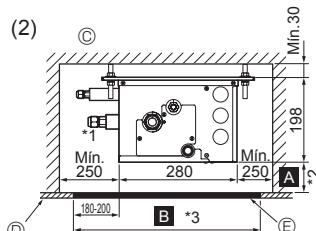
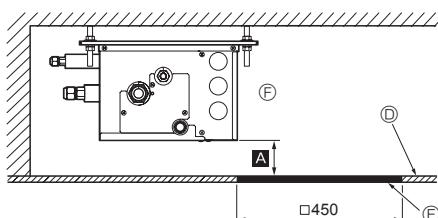

Fig. 4-6
Fig. 4-7
#### (2) Vista lateral (Fig. 4-6, Fig. 4-7)
En el caso de "□ 450", prepare un orificio de mantenimiento en el lado de la PCB (tal y como se muestra en la Fig. 4-7), y se necesitará "Mín. 300 mm" como distancia Ⓐ .